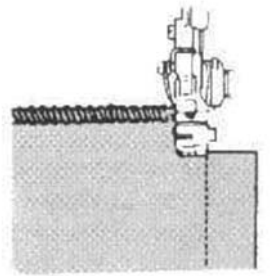

Abb.99
5. Drehen Sie das Nähgut und senken Sie den Nähfuß **21**, so dass das Obermesser **18** auf einer Linie mit der Schnittkante liegt (Abb. 99).